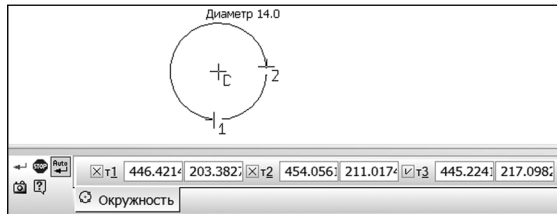

Рис. 10.24. Команда «Окружность по 3 точкам»
- Кнопка **Окружность по 3 точкам**  предназначена для построения окружности, ограниченной 3 точками (рис. 10.24). Для этого следует последовательно указать 3 точки в графическом окне или на панели параметров.